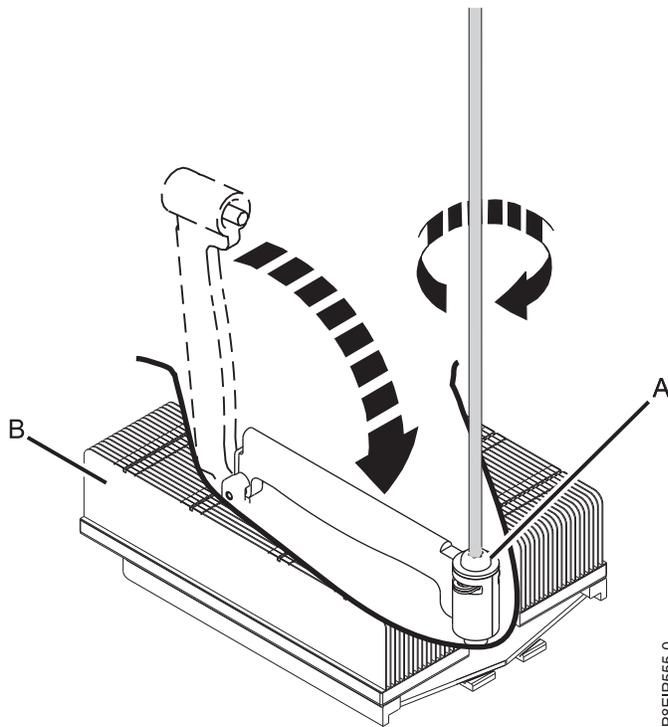

Figura 72. Apertando o Parafuso do Braço de Carregamento
- Mova o braço de carregamento (A) na posição sobre o dissipador de calor (B) e aperte o parafuso do braço de carregamento com uma chave de fenda Phillips nº3, conforme mostrado na Figura 72.